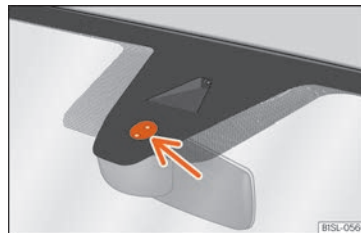

Abb. 86 Sensitive Fläche des Regensensors.
Mögliche Ursachen für Störungen und Fehlinterpretationen im Bereich der sensitiven Fläche »» **Abb. 86** des Regensensors sind u. a.:
- Sensitive Fläche des Regensensors regelmäßig reinigen und Wischerblätter auf Beschädigungen prüfen »» Abb. 86 [Pfeil].